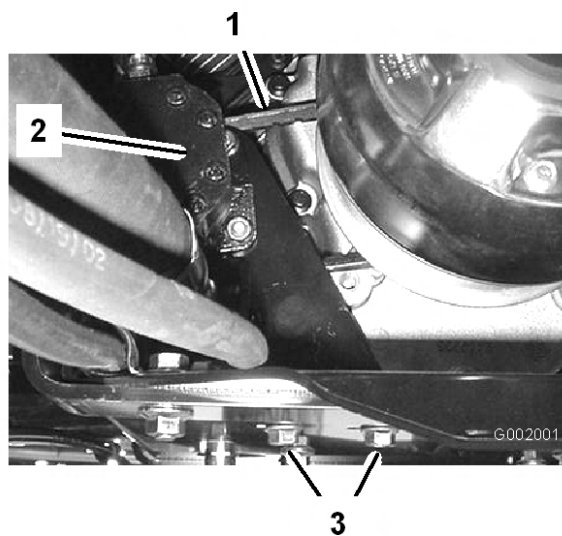

Figura 63
- Afloje los pernos de montaje de la bomba de dirección (Figura 63).